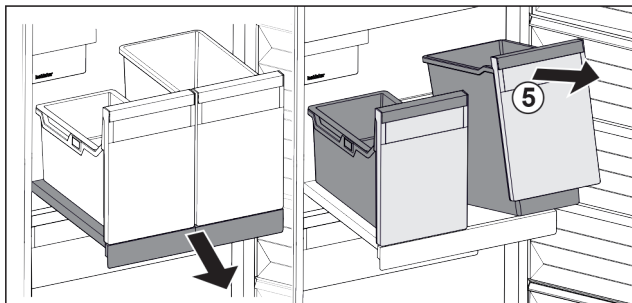

Fig. 18
- ▶ Spremnik Fig. 18 (5) podignite sprijeda.